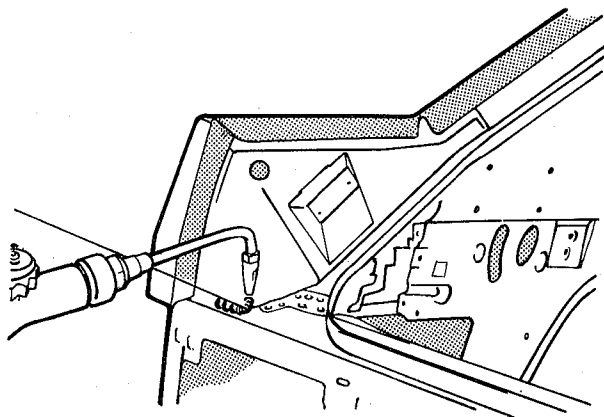

fig. 172
6. Soldar a latão as uniões da coluna com o painel traseiro (fig. 172)